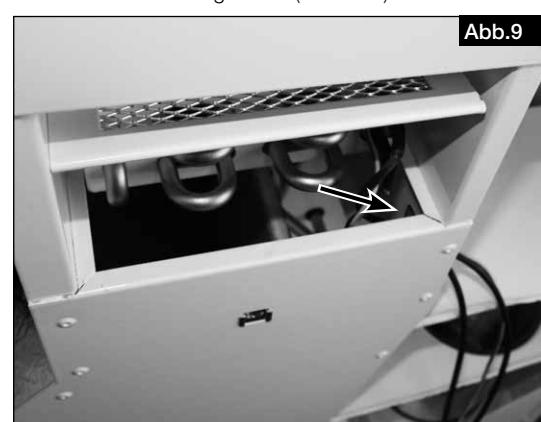

Abb.9
6. Das Kabel der Vorheizung mit der Gummidichtung durch die Kabeldurchführung führen (s. Abb. 9).